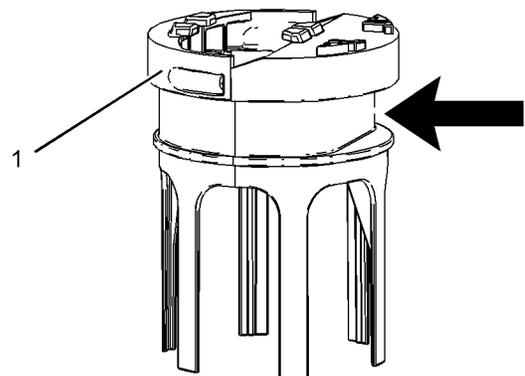

Abbildung 74
4. Den Saugfilter (4) an den Sicherungsnasen (5) packen und vom unteren Ende der Tankeinsatz-Heizschlange abziehen. Den Filter durch einen neuen Saugfilter ersetzen.
6. Sicherstellen, dass die Bandschelle auf den flachen Bereich des Filtersockels ausgerichtet ist, wie in Abbildung 74 dargestellt. Die Bandschelle mit  $4.5 \pm 0.7 \text{ N}\cdot\text{m}$  ( $40 \pm 6 \text{ lb in}$ )(1) festziehen. Sicherstellen, dass der Filter beim Festziehen der Bandschelle nicht gequetscht wird.